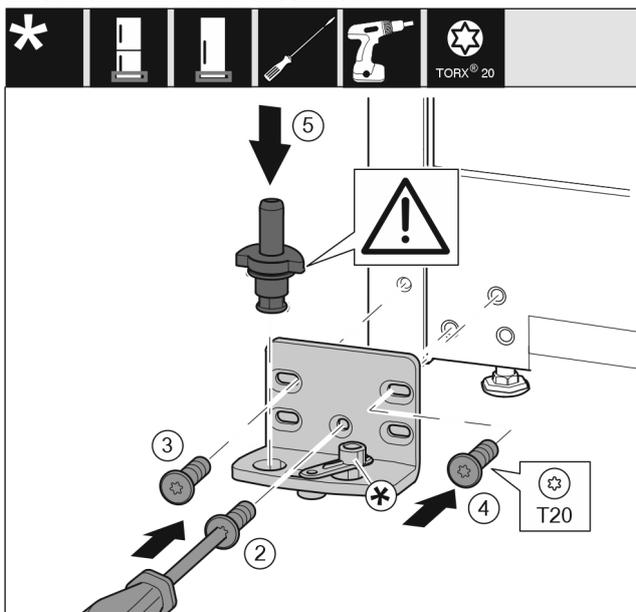

Fig. 16
- ▶ Lagerbock auf der anderen Seite ansetzen und mit Hilfe eines Schraubendrehers anschrauben. Mit der Schraube Fig. 16 (2) unten in der Mitte beginnen.
- ▶ Schraube Fig. 16 (3) und Schraube Fig. 16 (4) festschrauben.
- ▶ Lagerbolzen Fig. 16 (5) komplett einsetzen. Dabei darauf achten, dass der Rastnocken nach hinten zeigt.